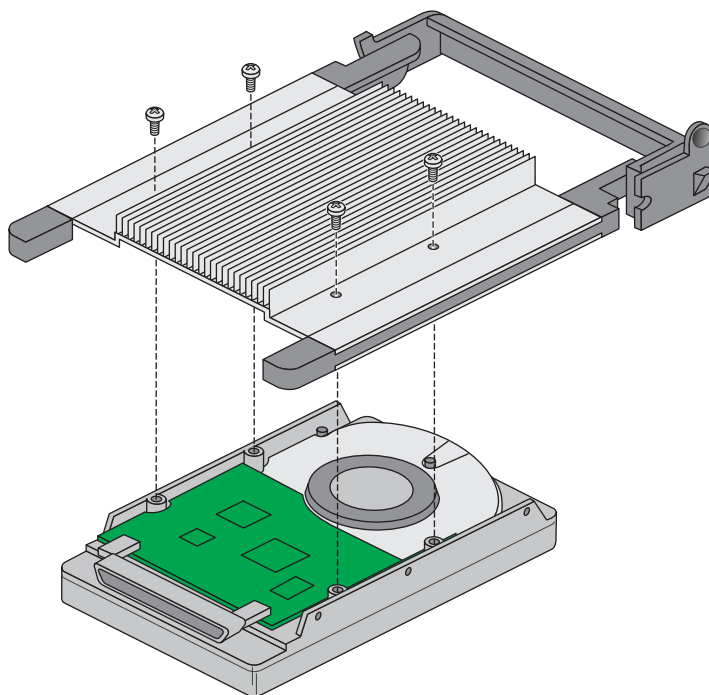

図 5-1 ハードディスクドライブにキャリアを取り付ける
3. コネクタが上に向くようにドライブを置き、ヒートシンク付きプラスチック製キャリアをドライブの上に置きます (図 5-1)。